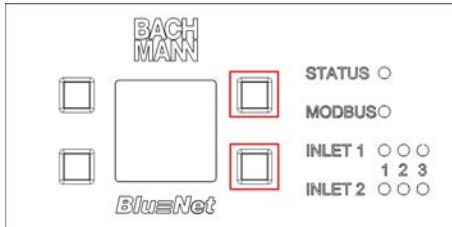

Abb. 93: Display mit Bedientasten
1. Die zwei Tasten rechts neben dem Display drücken und gedrückt halten (Abb. 93/rote Markierung).
4. Die zwei Tasten rechts neben dem Display loslassen (Abb. 93/rote Markierung).